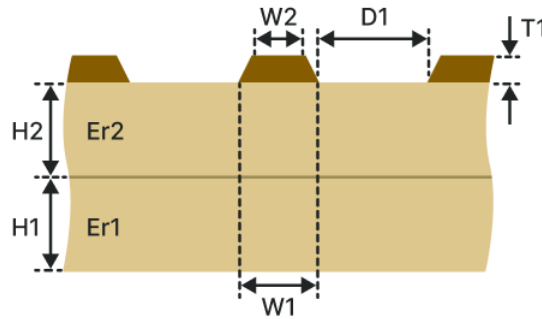

Рис. 157 Копланарная микрополосковая ЛП (KM-2H)
- Копланарная микрополосковая ЛП (KM-2H), см. Рис. 157.